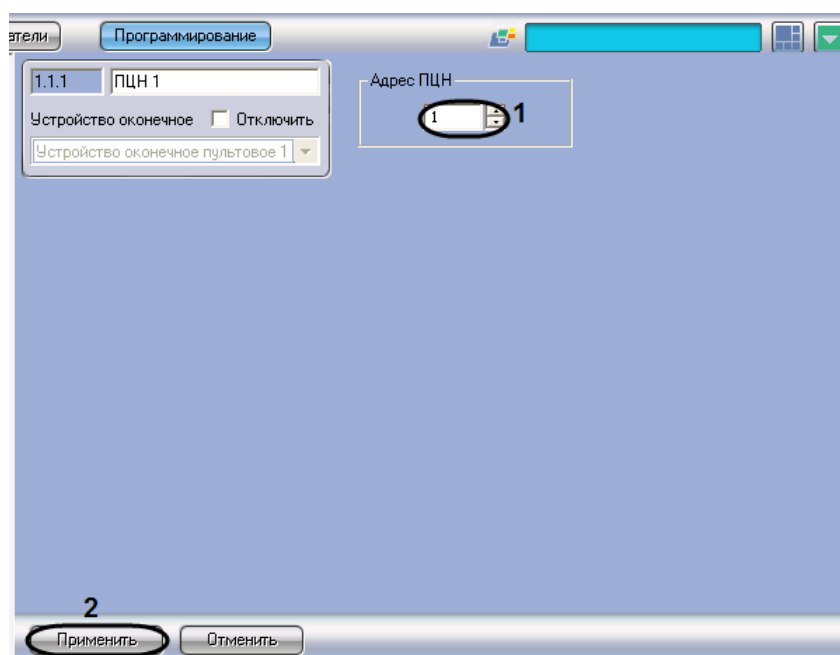

Рис. 3.5-2 Регистрация канала связи УОП с ПЦН
1. Перейти на панель настройки объекта ПЦН (Рис. 3.5-2).
2. В поле **Адрес ПЦН** ввести адрес канала связи УОП с ПЦН (см. Рис. 3.5-2, 1).
3. Для сохранения внесенных изменений нажать кнопку **Применить** (см. Рис. 3.5-2, 2).